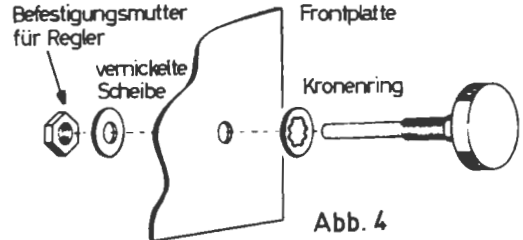

Abb. 4
Bei allen Arbeiten an der Frontplatte sollte ein weiches Tuch oder Kissen als Unterlage dienen, damit sie nicht verkratzt wird. Abb. 5 zeigt die Anordnung der Einzelteile auf der Frontplatte und die richtige Stellung der Regler und Schalteranschlüsse. Bei der Montage aller Regler und Schalter muß zwischen diesen und der Frontplatte eine Zahnscheibe liegen, wie die nebenstehende Abb. 4 zeigt. Auf der beschrifteten Seite der Frontplatte sind unter den Haltemuttern vernickelte Beilagscheiben einzusetzen, damit die Frontplatte beim (vorsichtigen) Anziehen der Haltemutter nicht zerkratzt wird.
- () **Montieren Sie:** die beiden 15-k Ω -Potentiometer für die Nullpunkteinstellung nach Abb. 4 (Plazierung s. Abb. 5)
- () Montieren Sie den bereits teilweise verdrahteten Bereichschalter nach Abb. 5. Bei der Montage der beiden Drehschalter darf keinesfalls der Kronenring (Abb. 4) fehlen.